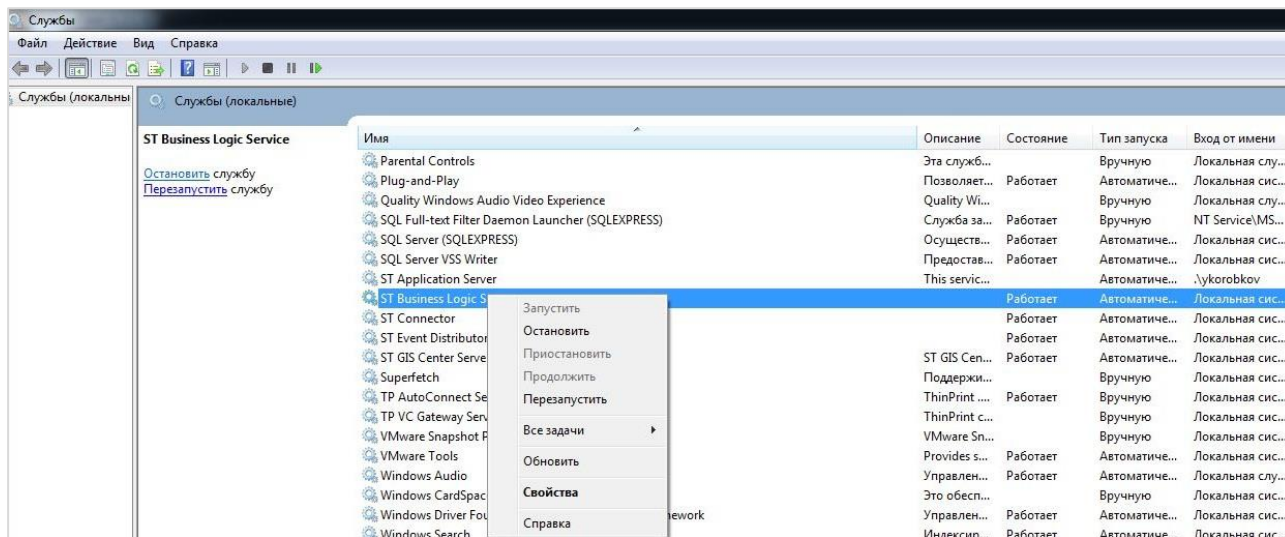

Рисунок 224 – Запуск службы ST Business Logic Service
- 3) Найти службу ST Business Logic Service Service и выполнить щелчок правой клавишей мыши. ОС предоставит контекстное меню (см. Рисунок 224).